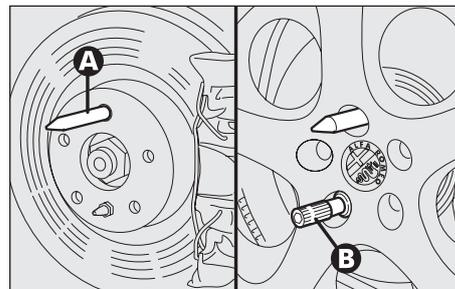

fig. 9
– Visser le pion de centrage (A-fig. 9) dans l'un des trous des boulons de fixation présents sur l'enjoliveur.
– Introduire la roue sur le pion et, en se servant de la clé fournie, visser les quatre boulons disponibles; l'embouchure des boulons est facilité en utilisant la rallonge fournie (B).
– Dévisser le pion de centrage (A-fig. 9) et visser le dernier boulon de fixation.